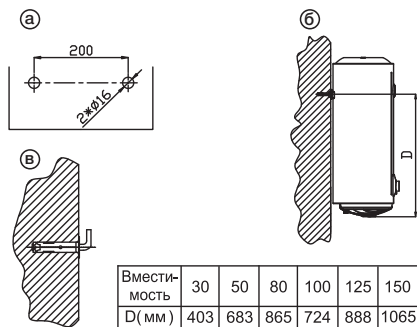

Рис. 2
2. После выбора места монтажа определите места под два крепежных болта с крючками (в зависимости от спецификаций выбранного изделия). Электродрелью просверлите два отверстия в глухой стене диаметром 16 мм на расстоянии 200 мм. Расстояние между отверстиями выдержать в соответствии с рис. 2а. При определении высоты отверстий необходимо учесть положение на стене водопроводных соединений, тип водопроводных труб и расстояние от крепления до низа нагревателя (см. рис. 2б).
3. Вставить распорные болты в отверстия и убедиться, что крюк направлен вверх (см. рис. 2в).